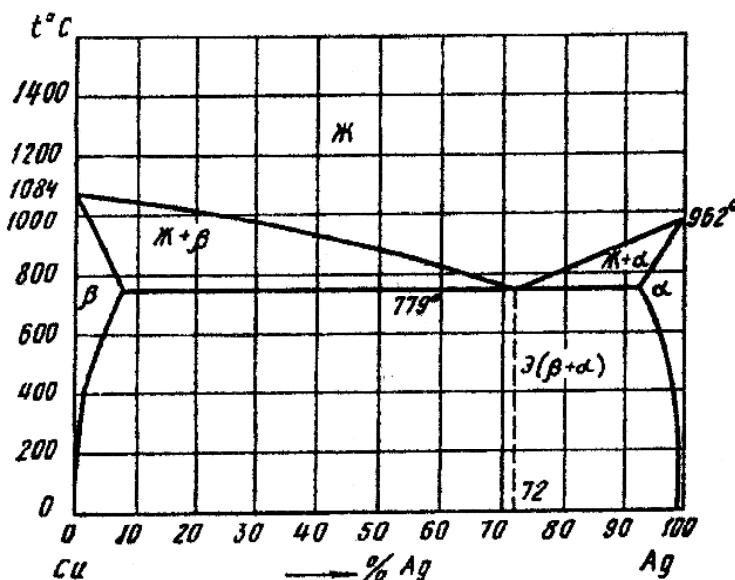

Рис. 3. Диаграмма состояния медь – серебро (Cu – Ag)
2. Вычертите диаграмму состояния системы медь - серебро, Опишите взаимодействие компонентов в жидком и твёрдом состояниях, укажите структурные составляющие, во всех областях диаграммы состояния и объясните характер изменения свойств в данной системе с помощью правила Курнакова (рис.3).